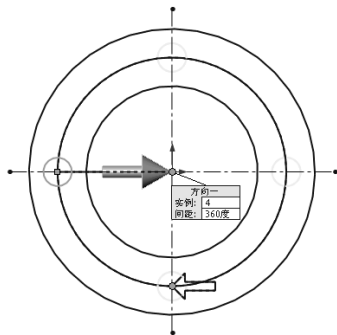

图 3-73 选择要阵列的圆草图实体
- [3] 在 PropertyManager 中，在“要阵列的实体”下选择要阵列的圆草图实体，如图 3-73 所示。